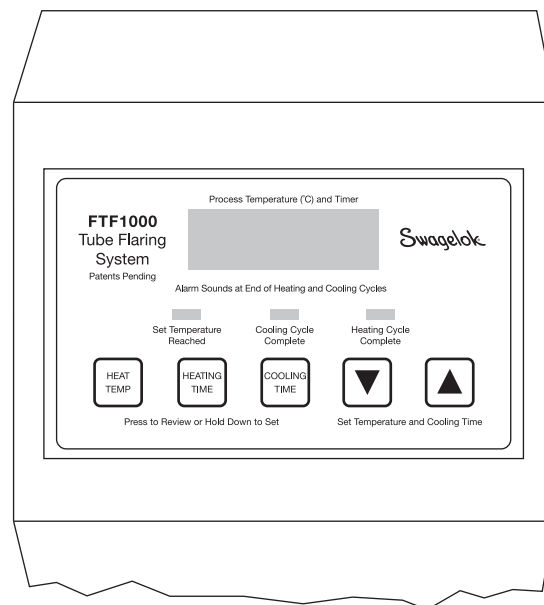

図3
6. 加熱温度 (HEAT TEMP)、加熱時間 (HEAT TIME)、冷却時間 (COOLING TIME) をセットするには、コントロール・パネルにある該当ボタンを押したまま、矢印ボタンを押して、値を設定します (図3参照)。各値の設定の際には、表1：設定ガイドラインをご参照ください。